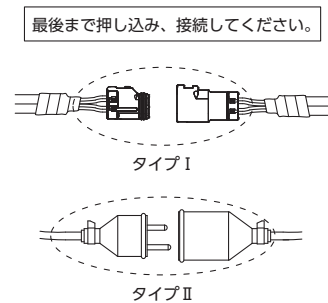

図 4-3 コネクタの接続
- ・コネクタは最後まで押し込み、接続してください。(図4-3参照)